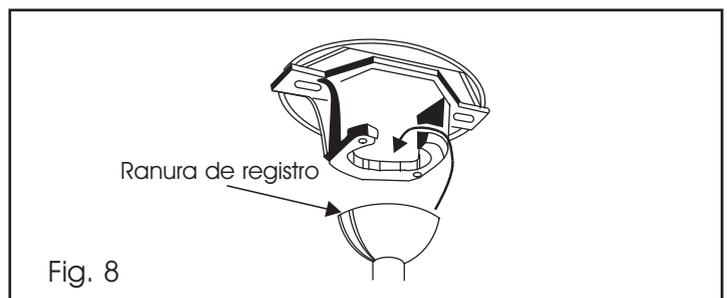

Fig. 8
**Paso 9.** Coloque la bola de la barra en la ranura del soporte de suspensión. (Fig. 8)
**Paso 10.** Fije el cable de seguridad en la vigueta del techo con el tornillo de madera y la arandela (no incluido). (Fig. 8)